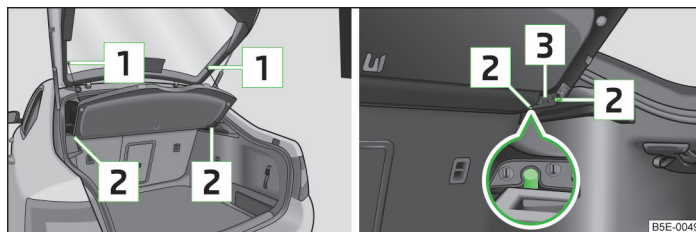

Fig. 84 Démontage/montage de la tablette du coffre à bagages
- Décrochez les sangles de retenue  » fig. 84.
- Appuyer les logements de la tablette  » fig. 84 sur les supports  du revêtement latéral.
- Les supports du cache [3] » fig. 84 doivent être enclenchés dans les supports du revêtement latéral [2].